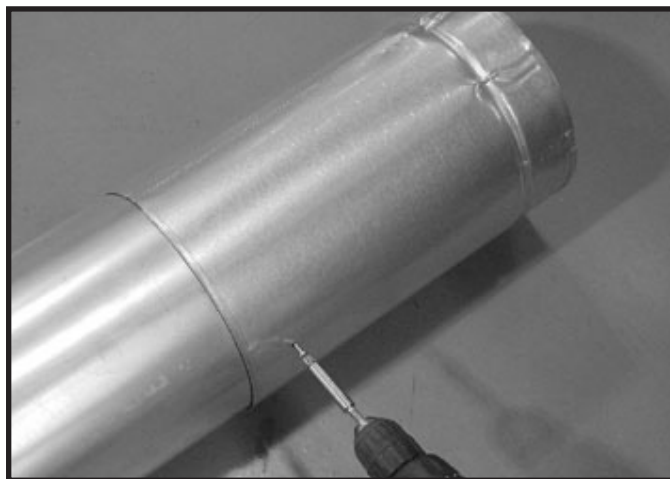

Figure 7.7 Visser dans la section coulissante
- Fixez le conduit et la section coulissante avec deux vis d'une longueur inférieure à 13 mm (1/2 po) en utilisant les trous de guidage sur la section coulissante. Voir la figure 7.7.